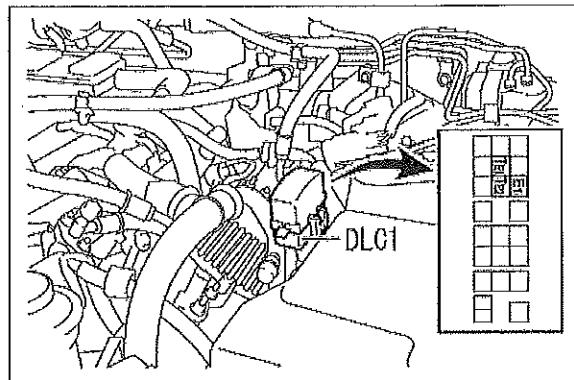

図7
(図7参照)
e. DLC1のTE1、TE2およびE1端子を短絡してあることを確認する。(図7参照)